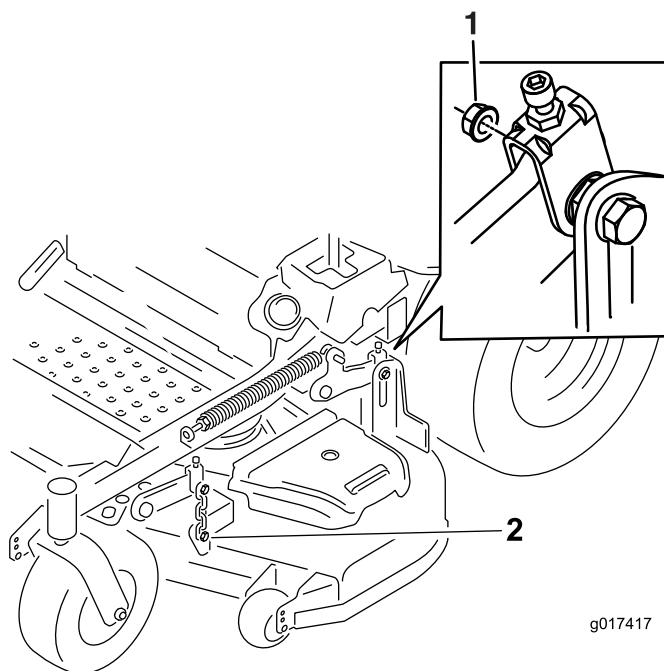

Figura 83
7. Retire y guarde los herrajes de ambos lados de la carcasa, según se muestra en Figura 83.